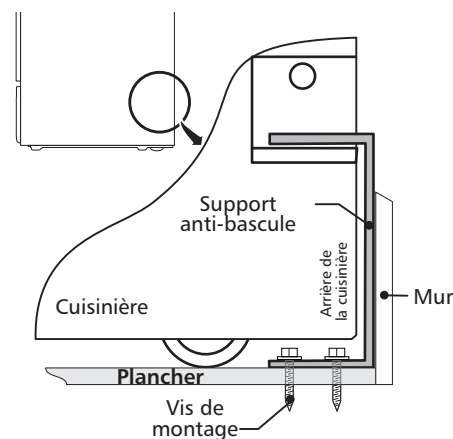

Figure 12
4. Enlevez le gabarit et placez le support anti-bascule sur le plancher. Alignez les trous dans le support anti-bascule avec les trous tracés sur le plancher et fixez avec les 4 vis fournies. Le support anti-bascule doit être fixé sur un plancher solide (Figure 12). Si vous les fixez à un plancher en béton, percez d'abord des trous pilotes de 3/16" (0,5 cm) de diamètre à l'aide d'un foret à maçonnerie.
6. Remplacez la cuisinière en la faisant glisser, en vous assurant que la patte centrale est bien agrippée au support anti-bascule (Figure 12). Abaissez l'appareil en ajustant les vis et les dispositifs de nivellement jusqu'à ce que le dessous de la surface vitrifiée touche à peine le dessus du comptoir. Référez-vous à la section Mise à niveau de la cuisinière.